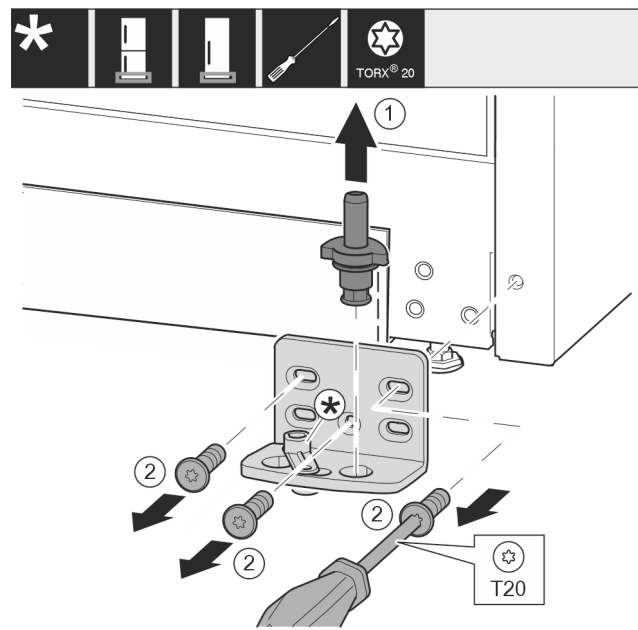

Fig. 22
- ▶ Estrarre completamente il perno di supporto verso l'alto. Fig. 22 (1)
- ▶ Svitare le viti con il cacciavite T20 e rimuovere il blocco di supporto. Fig. 22 (2)